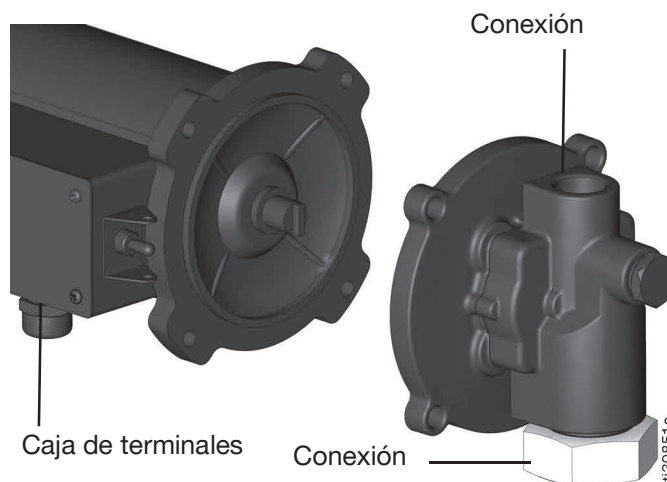

FIG. 6
2. El cuadro de terminales del motor debe estar situado entre la solda y la entrada de la bomba (FIG. 6).